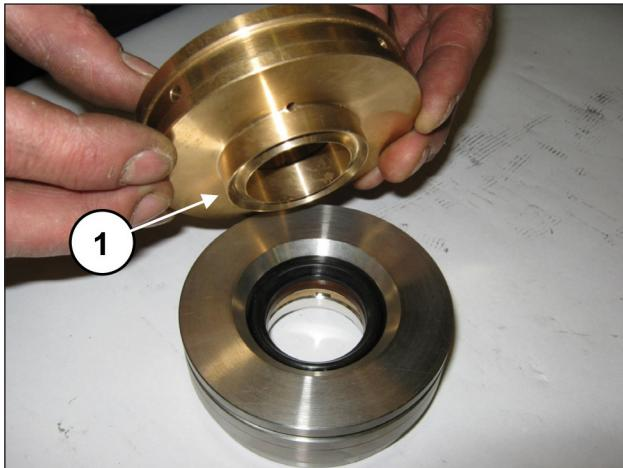

Abb. 181
Verbinden Sie den Dichtungshalter mit der Buchse (Pos. ①, Abb. 181).